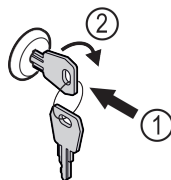

Fig. 153 Atvaizdo pavyzdys
- Įspauskite raktą Fig. 153 (1).
- Pasukite raktą 90° pagal laikrodžio rodyklę Fig. 153 (2).